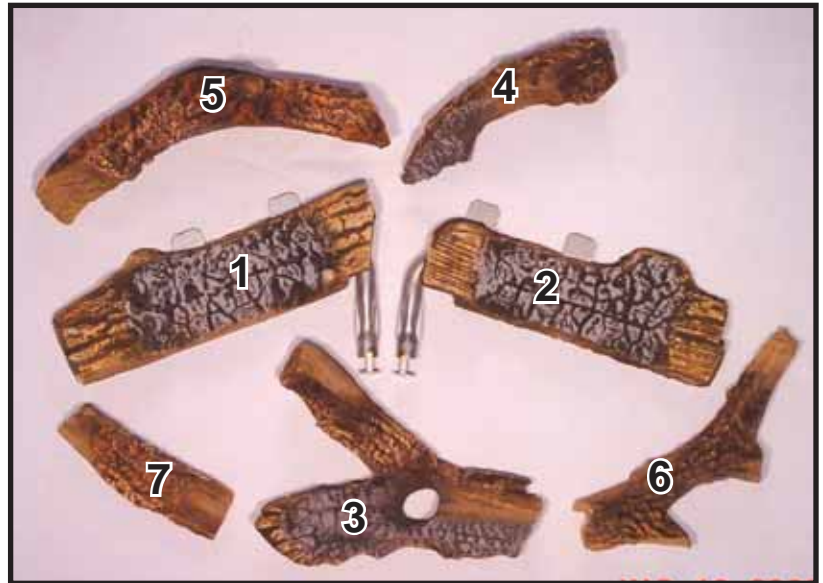

Figura 14.7
**PRECAUCIÓN:** Los leños son frágiles! Retire cuidadosamente los leños, la rejilla y el cartón de soporte del interior de la chimenea. Vea la Figura 14.7.